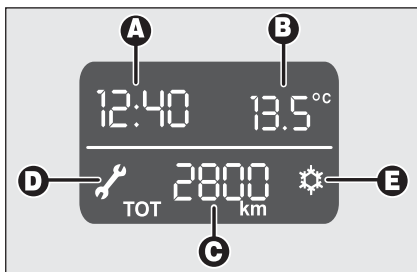

fig. 22
- Ora **A-fig. 22**;
- Scadenza manutenzione programmata (visualizzazione simbolo  **D-fig. 22**).
- Segnalazione possibile presenza ghiaccio su strada (visualizzazione simbolo  **E-fig. 22**).